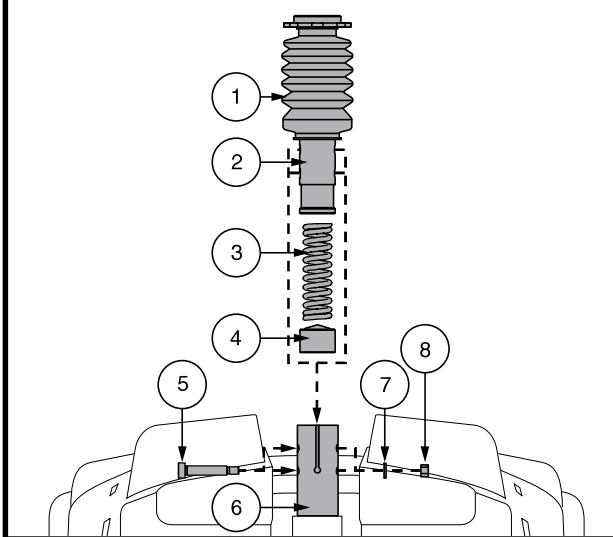

Figura 22. Regolazione altezza sedile - Asta Del Sedile
4. Spingere in basso l'asta del sedile allentando e rimuovendo il bullone laterale, la rondella e il dado. Vedere figura 22.